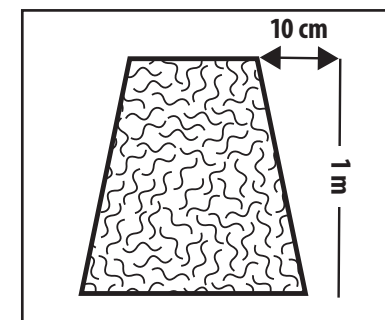

Abb. 8
- Es ist empfohlen, den lebendigen Zaun in eine solche Form zu schneiden, dass die Basis etwas breiter ist, als der obere Teil, denn eine solche Gestaltung erleichtert das Eindringen von Sonnenstrahlen in das Bewuchsinere, siehe Abb.8